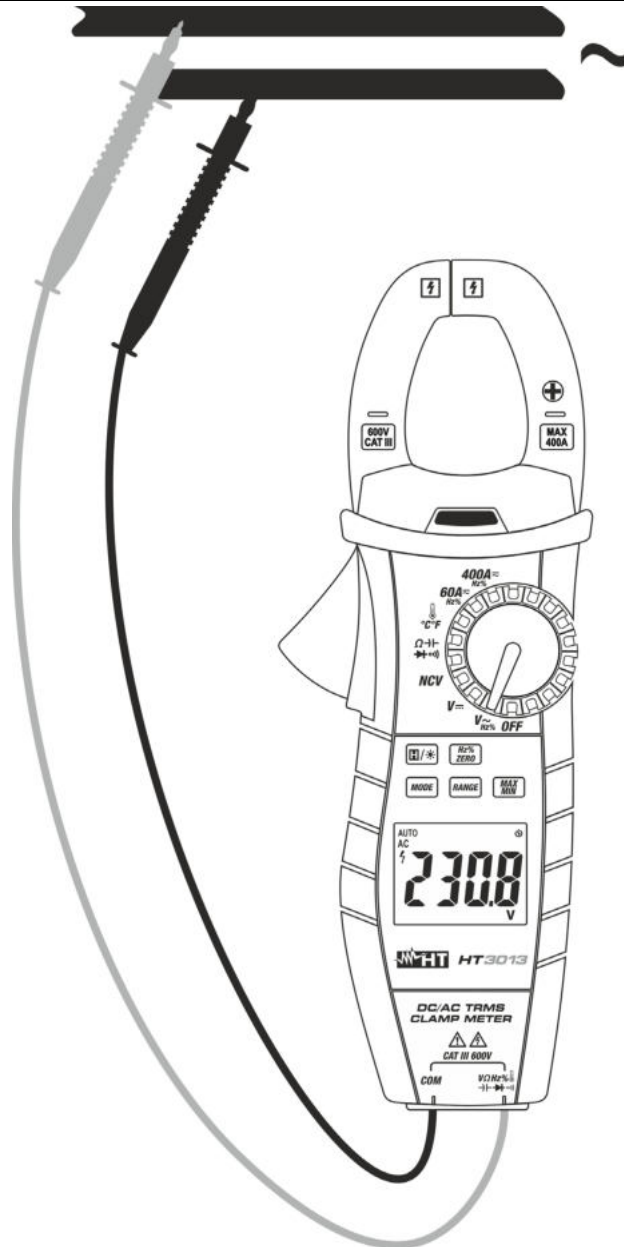

Abb. 5: Verwendung der Zange für Wechsellspannungsmessung
3. Stellen Sie die Messleitungen in die gewünschten Punkte des zu messenden Kreises (siehe Abb. 5). Der Spannungswert erscheint auf dem Display.